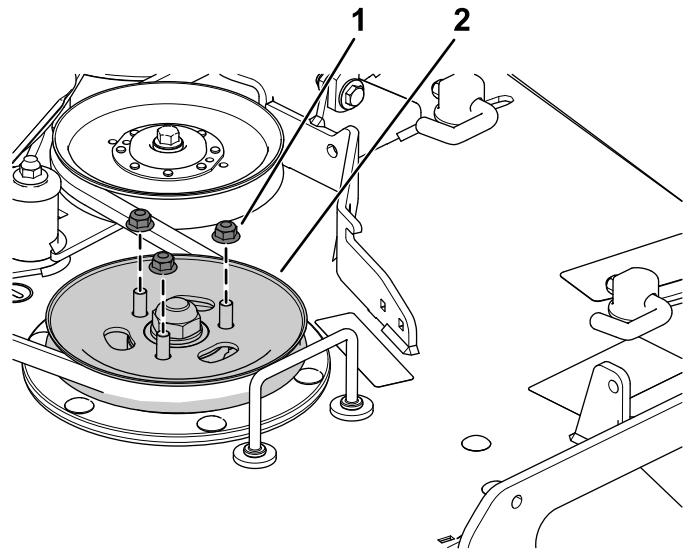

Figure 4
- Enlevez les écrous à embase de la poulie de tablier de coupe existante (Figure 4).